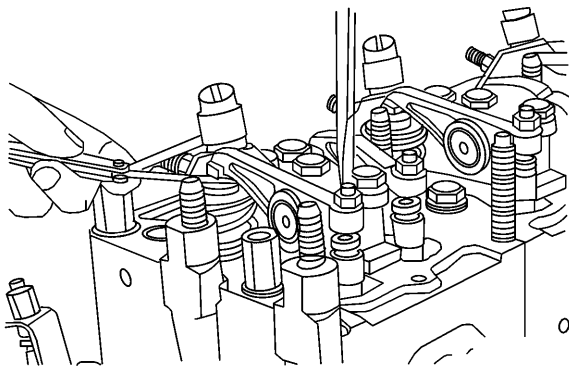

图 5-28 WP12 共轨柴油机（四气门）气门间隙调整
2) 调整可调气门间隙。下面以 WP12 共轨柴油机（四气门）为例，介绍气门间隙调整方法（图 5-28）。
- ① 完全松开摇臂的调节螺钉。
- ② 在摇臂和凸轮之间插入塞尺（厚度按标准值选择），用摇臂的调节螺钉进行调节。
- ③ 先将调节螺钉拧紧，然后退回少许，拉动塞尺稍感阻力为合适，然后用螺钉旋具保持调节螺钉不动，将锁紧螺母拧紧。